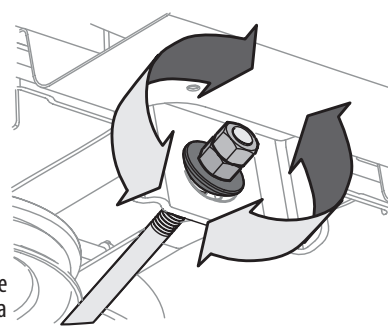

Figura 19
4. Para *elev*ar el frente de la plataforma, afloje la tuerca exterior y luego apriete (rosca hacia adentro) la tuerca contra el soporte de suspensión delantera. Consulte la Figura 19. Cuando se logre el ajuste correcto, vuelva a apretar la tuerca exterior hasta 25–30 pies–libras (33.9–40.7 N–m).
5. Para *bajar* el frente de la plataforma, afloje la tuerca exterior y luego afloje (rosca hacia afuera) la tuerca, alejándola del soporte de suspensión delantera. Consulte la Figura 19. Cuando se logra el ajuste correcto, vuelva a apretar la tuerca exterior.